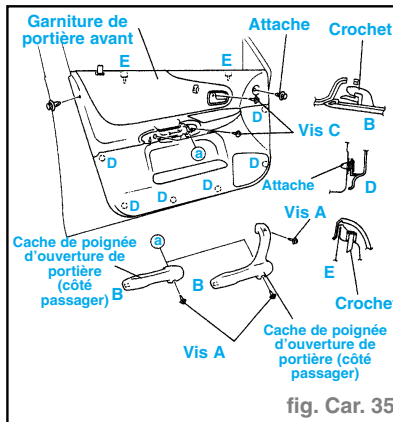

fig. Car. 35
- Retirer les vis **A** et les attaches. (fig. Car. 35)